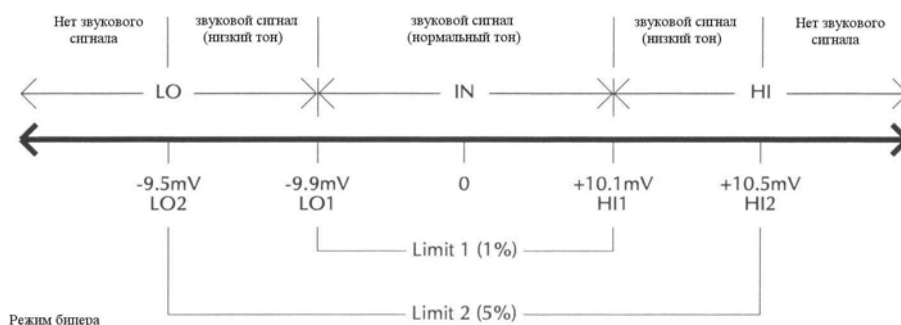

Рисунок 8-3
**Операции с лицевой панели** – Для операций с лицевой панели должен использоваться режим бипера INSIDE. Нормальный тон бипера и сообщение “IN” указывают на то, что резистор находится в пределах 1% допуска (смотрите Рисунок 8-3). Этот 1% - резистор принадлежит корзине 1. Низкий тон бипера и сообщение на дисплее “HI” или “LO” указывают на то, что сопротивление резистора >1% - допуска, но <5% - допуска. Этот 5% - резистор принадлежит корзине 2. Для резисторов >5% бипер не издает никаких звуковых сигналов. Поместите эти резисторы в корзину 3.